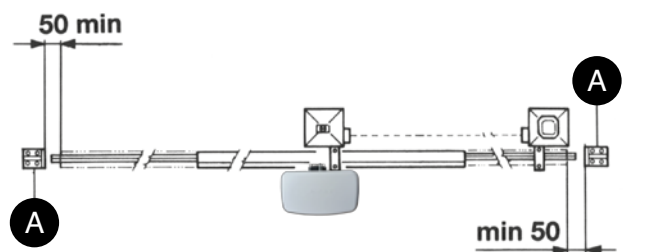

FIG. 2
- Naast de elektrische en mechanische eindschakelaars beschikbaar op de operators, moet er, aan beiden zijden van de installatie, een vaste mechanische stopper zijn die de poort stopt in het onwaarschijnlijke geval van slechte werking van de eindschakelaars op de operators. Om deze reden moet de vaste mechanische stopper van passende grootte zijn om de statische en kinetische krachten gegenereerd door de poort (A) te kunnen weerstaan (Fig.2).
De geleider moet uitgerust zijn met twee mechanische stops aan de uiteinden (A) (Fig.2).